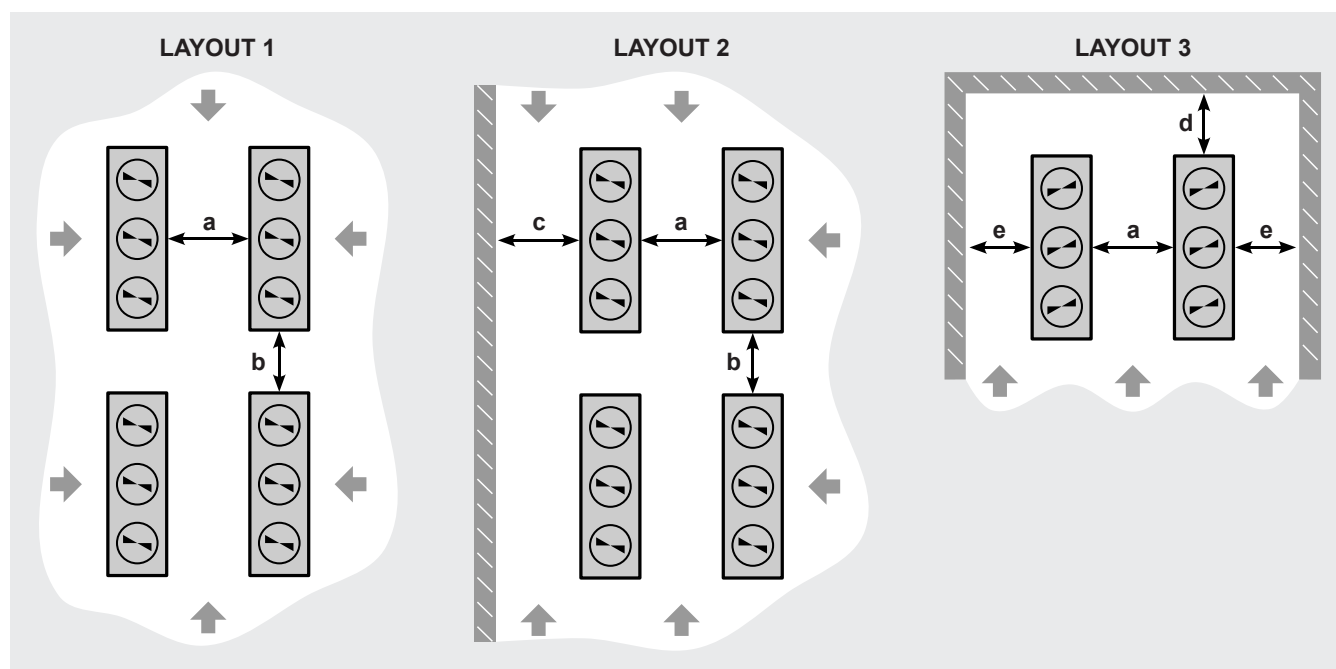
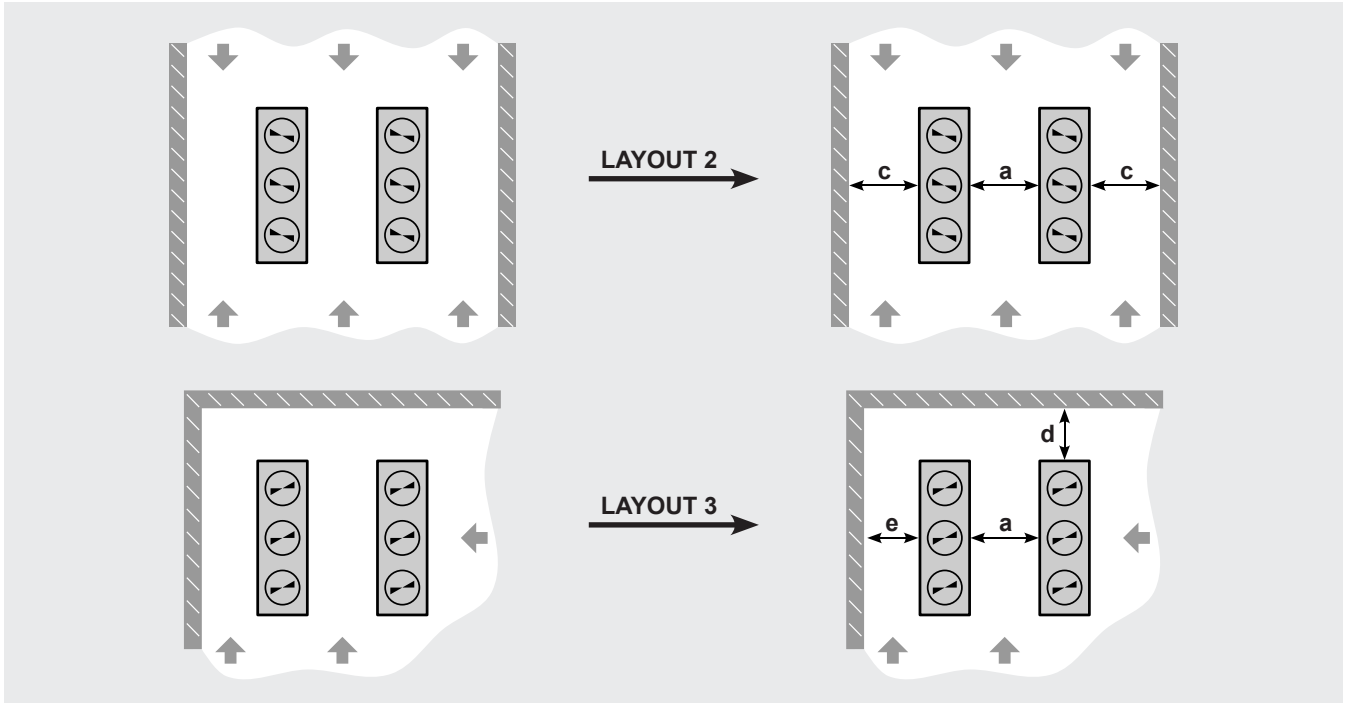

Figura 8
Figura 9
- 5.2 Modine ha individuato una serie di layout di installazione significativi per i quali sono state definite le distanze minime di rispetto. Si veda la Figura 8.
- 5.8 Le condizioni reali di installazione sono molteplici e non è possibile creare un elenco che comprenda tutta la casistica in modo esaustivo. Le condizioni reali di installazione devono perciò essere ricondotte ai layout della Figura 8 o loro combinazioni. Per le distanze di rispetto vanno considerati sempre i valori tabulati maggiori. Si osservi, a solo scopo illustrativo e non esaustivo, la Figura 9.
5.11 La Tabella 2 riporta, in riferimento alla Figura 8, le distanze di rispetto minime raccomandate sia per i modelli V-Type, condensatori, gas cooler e dry cooler che per i modelli adiabatici Eco-Batic® - serie AV nel caso di installazione a terra, con sopraelevazione nulla ( $Z = 0$ ).
5.12 In riferimento ai V-Type, condensatori, gas cooler e dry cooler, la distanza minima raccomandata modello-modello "a" (si veda la Figura 8) può essere ridotta sopraelevando i modelli rispetto al terreno. La struttura di sostegno deve essere tale da consentire il passaggio dell'aria con perdita di carico trascurabile.
5.13 In riferimento ai V-Type, condensatori, gas cooler e dry cooler, si riporta il valore della distanza "a" modello-modello (si veda la Figura 8) in funzione dell'altezza di sopraelevazione Z nel caso dei Layout 1, Layout 2, Layout 3 rispettivamente in Tabella 3, Tabella 4, Tabella 5.
5.14 La sopraelevazione non influisce sulle altre distanze di cui ai Layout 1, 2 e 3 ("b", "c", "d", "e" - si veda la Figura 8): rimangono validi i valori di Tabella 2 anche per  $Z > 0$ .